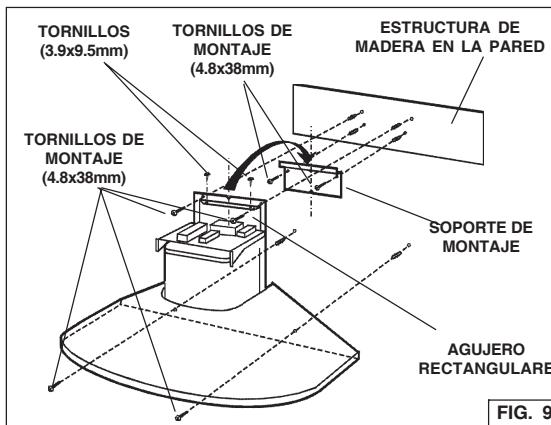

FIG. 9
3. Alinee la abertura rectangular de la par te posterior de la campana con el soporte de montaje de la pared. Baje suavemente la campana hasta que encaje correctamente en el soporte. Fig. 9
4. Nívela la campana con (2) tornillos (3.9x9.5mm) y asegúrela con (4) tornillos de montaje (4.8x38mm). Si no dispone de tachones de pared ni de marcos, utilice los soportes de muro de mampostería sin mortero suministrados. Fig. 9